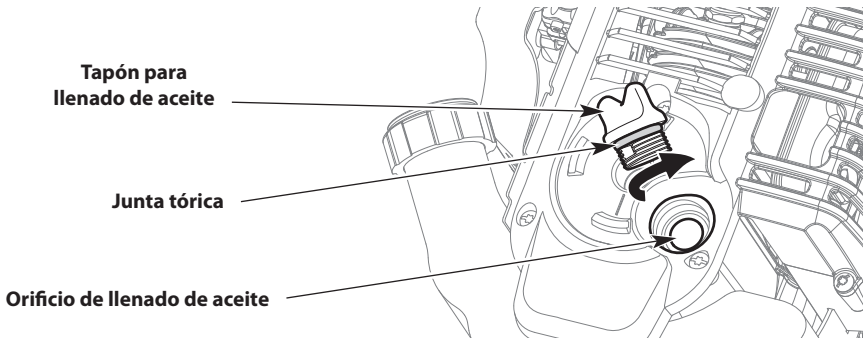

Fig. 12
2. Desenrosque el tapón de llenado de aceite (Fig. 12).
3. Vierta 3.04 onzas líquidas (90 ml) de aceite dentro del orificio de llenado de aceite (Fig. 12).
5. Compruebe que la junta tórica esté en su lugar en el tapón de llenado de aceite (Fig. 12).